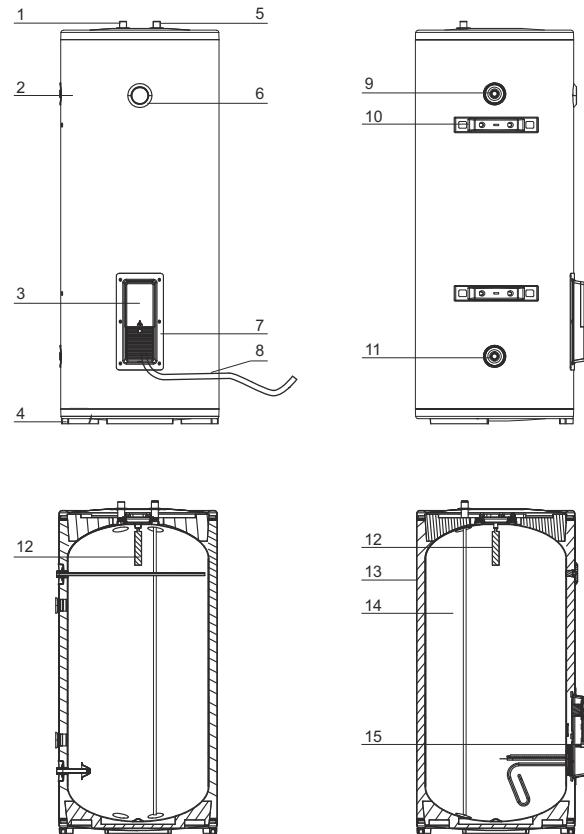

Рис. 2
3. Для удобства подключения к водопроводной сети конструкции водонагревателя предусмотрено 2 входных и 2 выходных патрубка. Входной патрубок «I» и выходной патрубок «II» находятся в верхней части водонагревателя. Входной патрубок «I» и выходной патрубок «II» находятся с боку с левой стороны водонагревателя (см. рис. 2). Варианты возможного подключения водонагревателя к водопроводной сети представлены на рисунке 4.
4. В зависимости от партии поставки при подключении водонагревателя к водопроводной магистрали с помощью только верхних патрубков возможно дополнительное крепление водонагревателя к стене с помощью кронштейнов (см. рис. 2).